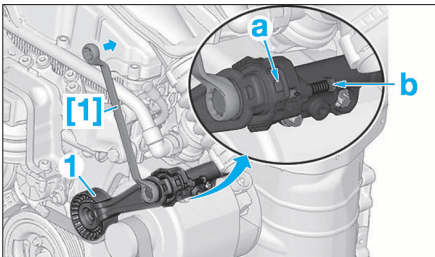

FIG. 20
- Agir sur le tendeur dynamique (1) dans le sens horaire (Fig.20), jusqu'à faire coïncider l'encoche (a) avec la pige (b); appuyer simultanément sur la pige (b), afin de l'enclencher dans l'encoche (a).